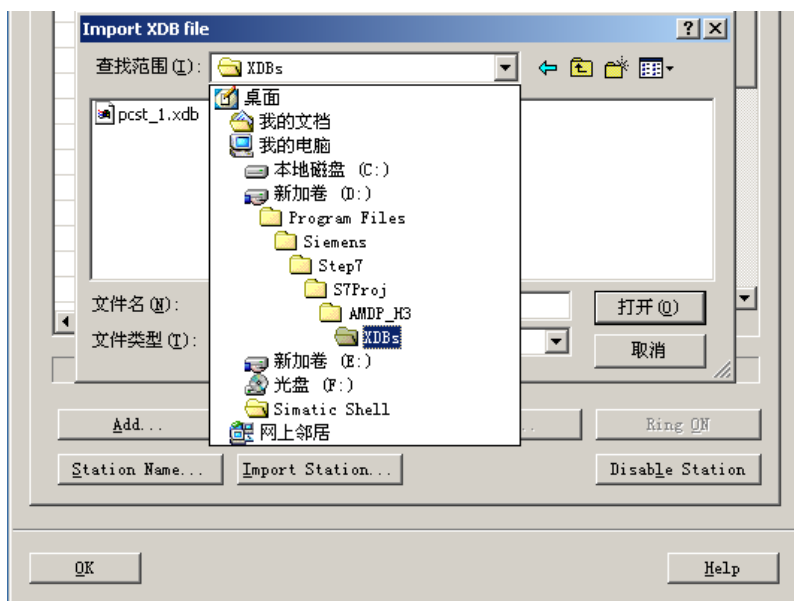

图 4.29
弹出一个对话框, 如图 4.29 所示, 选择 Step7 的配置。
Step7 的配置存放在 SIEMENS\Step7\S7proj\AMDP_H3\XDBs 下, 打开该目录下扩展名为 xdb 的文件, 本例中为 pcst_1.xdb, 该文件即为 Step7 的配置文件, 如图 4.29 所示。